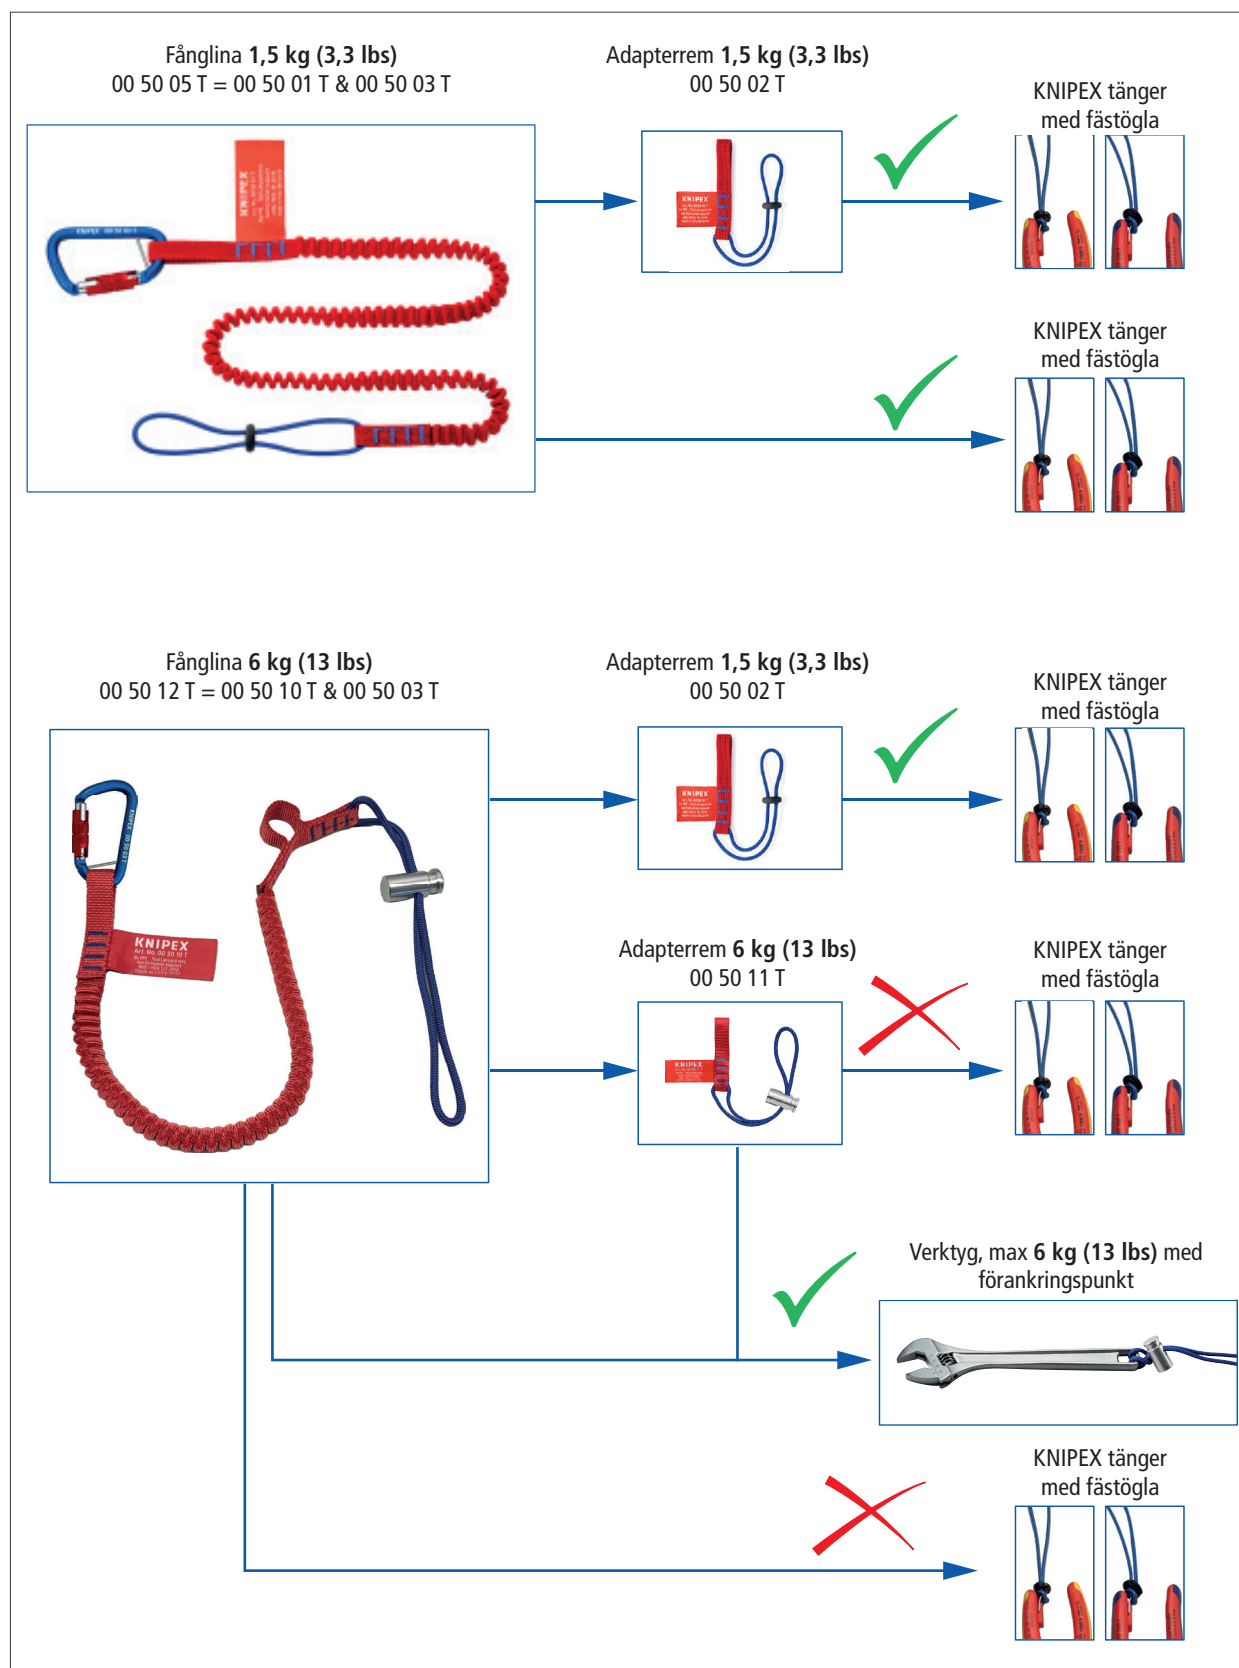

Fig. 5: Kompatibilitet med KNIPEX verktyg med fästögla
- Se fig. 5 för att kontrollera om din fånglina eller adapterrem är kompatibel med ditt KNIPEX-verktyg med fästögla.
- För att ansluta ett KNIPEX-verktyg med fästögla till Fånglina, 6 kg (13 lbs) (KNIPEX 00 50 10 T), måste du använda Adapterrem, 1,5 kg (3,3 lbs) (KNIPEX 00 50 02 T) (fig. 5) (Remmen till versionen för 6 kg (13 lbs) är för tjock för att träs genom fästöglan på verktyget).